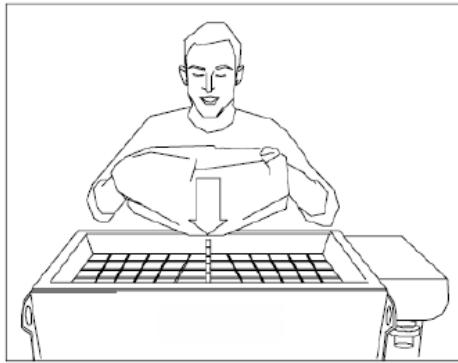

Fig 6
### **11. Înălțimile de încărcare (vezi fig.6):**
- 3) Încărcarea directă a materialelor în găleata de lucru; Fig. 6